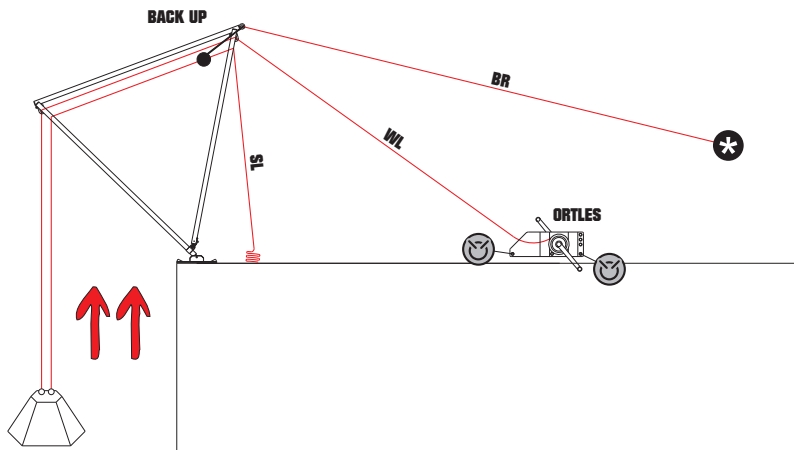

fig. 14
- återvinning med enkelrep (fig. 13) och dubbelrep (fig. 14),